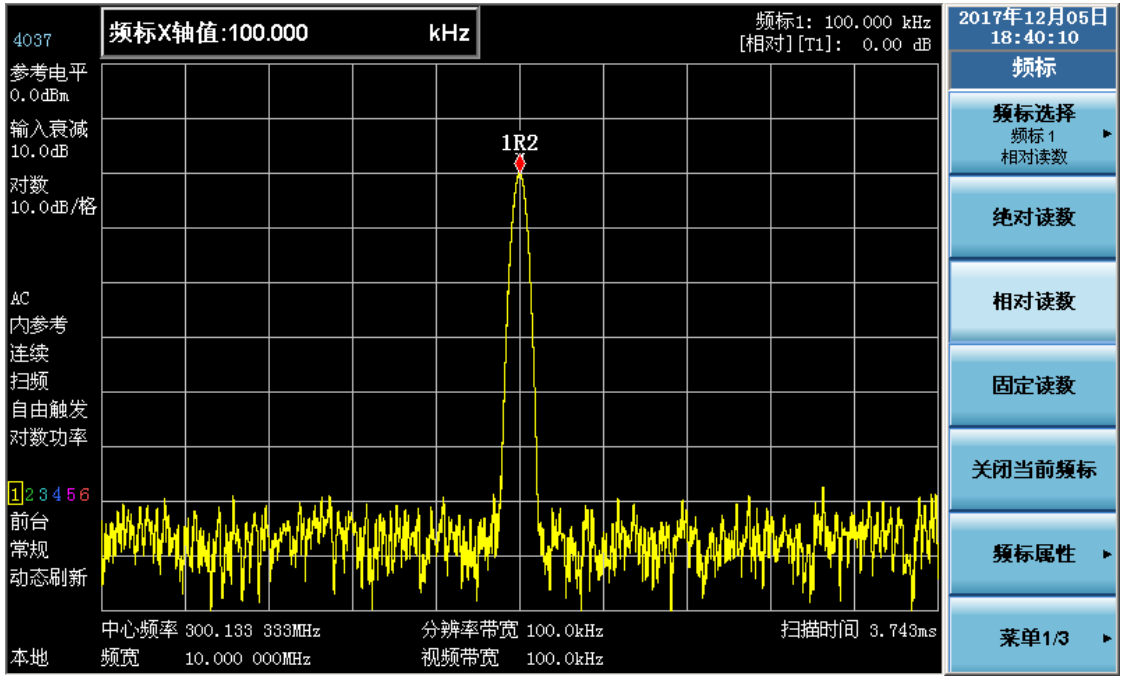

图 3-38 使用信号跟踪功能测量漂移信号
- 8) 可以观察到频谱分析仪的中心频率也以 100kHz 的频率步进量调整，每次调整使信号始终处于显示屏幕的中心位置。如图 3-38 所示。